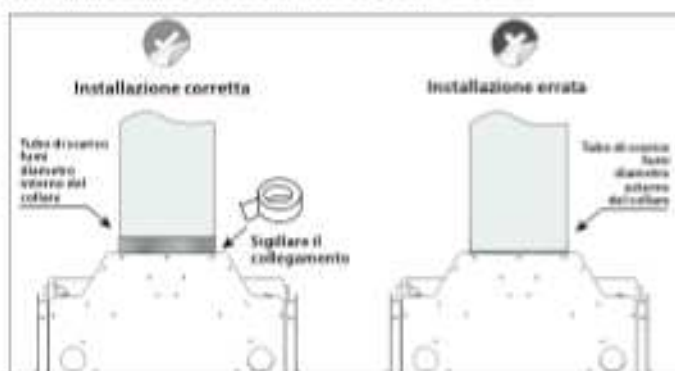

Figura 11 - Assemblaggio del condotto di scarico all'apparecchio
- Il camino di scarico deve essere fissato all'apparecchio all'interno del diametro interno del collare del camino di scarico, vedere *Figura 11 - Assemblaggio del condotto di scarico all'apparecchio*.